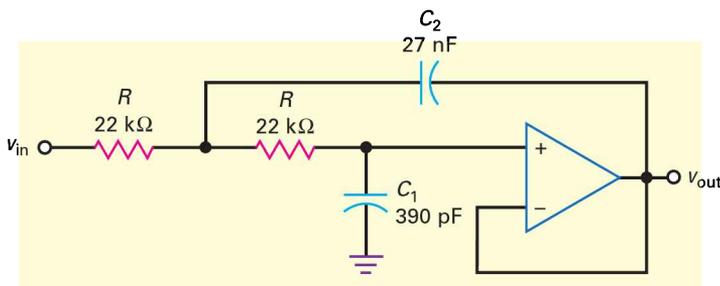

Figure 19.29
Sur la figure 19.29, quels sont la fréquence du pôle et le coefficient Q ? Que valent la fréquence de coupure et la fréquence à 3 dB ?
19.5 Avez-vous compris ? Reprendre la figure 19.29, faire passer le condensateur de 27 nF à 14 nF et refaire la question 19.5.